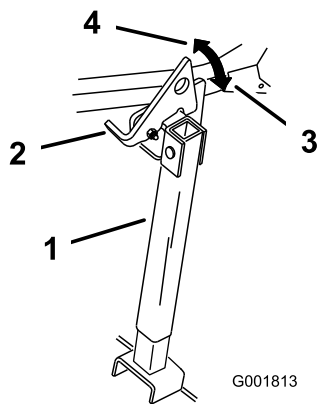

Figura 28
2. Alzate il dispositivo di chiusura per sbloccarlo (Figura 28).